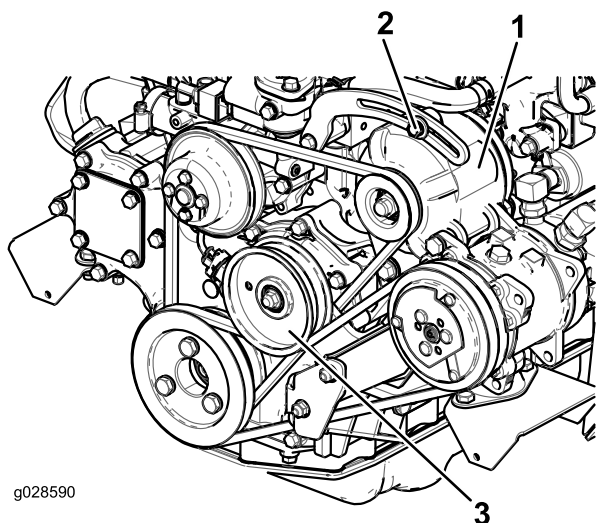

Figure 65
Vérifiez l'état et la tension de la courroie (Figure 65) toutes les 100 heures de fonctionnement.
2. Si vous n'obtenez pas une flèche de 10 mm, desserrez les boulons de fixation de l'alternateur (Figure 65). Augmentez ou diminuez la tension de la courroie et resserrez les boulons. Contrôlez de nouveau la flèche de la courroie pour vérifier si la tension est correcte.